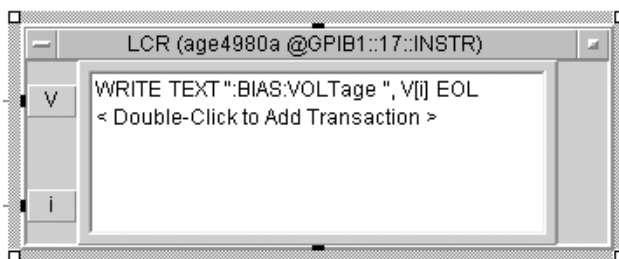
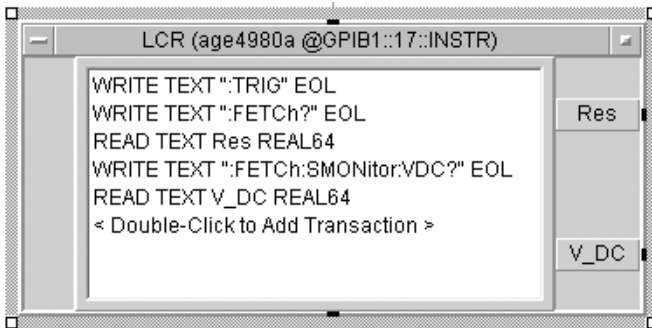

Рис. 7.3
Рис. 7.4
2.2. В объекте, где производятся измерения (Measurement), создать два объекта прямого ввода/вывода для LCR и поместить их до и после задержки Delay. В верхнем объекте ввода/вывода ввести команды и создать терминалы аналогично рис. 7.3, а в нижнем – как на рис.7.4.